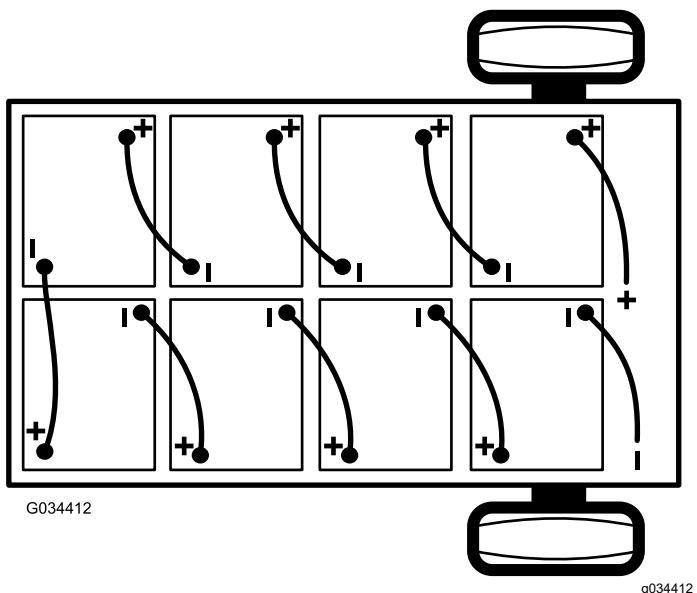

图 39
2. 断开将电池盒连接至机器接地点的主负极电池接线黑色 图 39。
- 断开将电池盒连接至机器主接触器的主正极电池接线红色 图 39。
- 注意** 安装新电池时要注意电池的极性 图 39。
- 使用步骤 1 中卸下的电池互连线如 图 39 所示将电池连接到一起。
- 连接电池盒与机器之间的主正极电池接线红色 图 39。
- 连接电池盒与机器之间的主负极电池接线黑色 图 39。